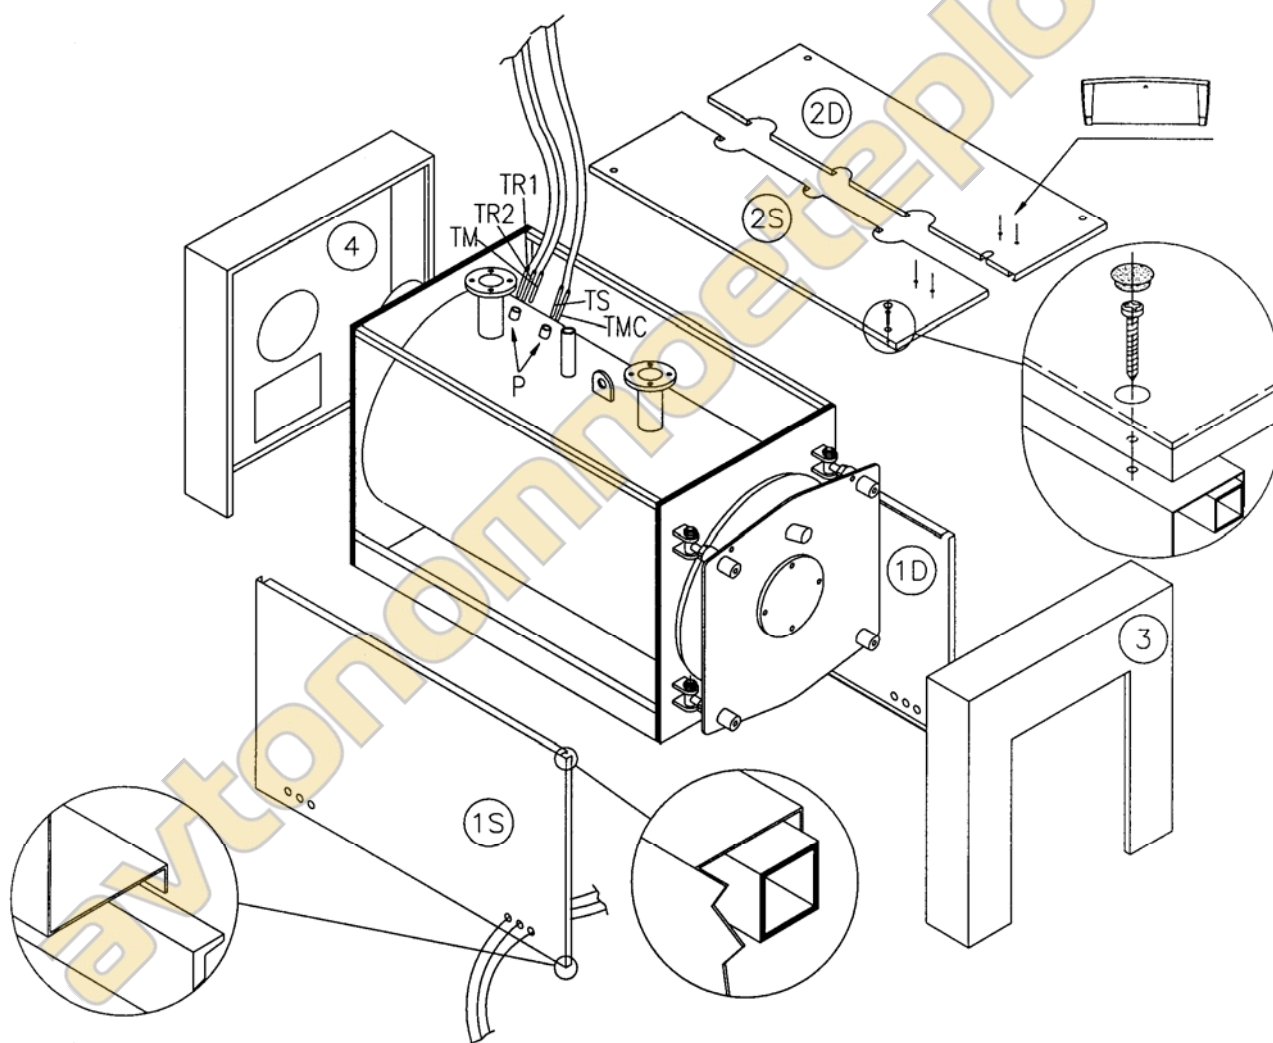

Рис. 8
4.2 ОБШИВКА КОТЛА REX 7÷40 /REX К 25÷40 (Рис. 8)
- a) Обернуть стекловатой корпус котла, оставив видимыми Зумпфы для колб (P), расположенные на правой стороне.